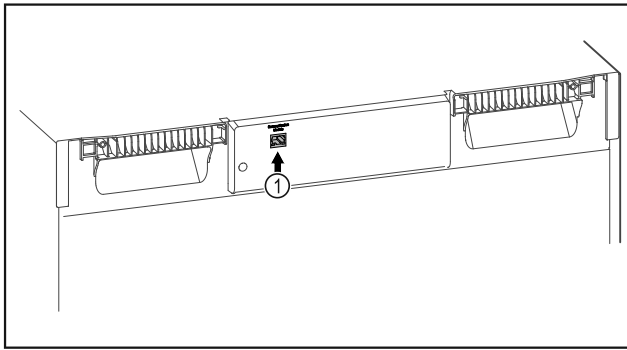

Fig. 72
- ☐ SmartModule Fig. 72 (1) er installert.